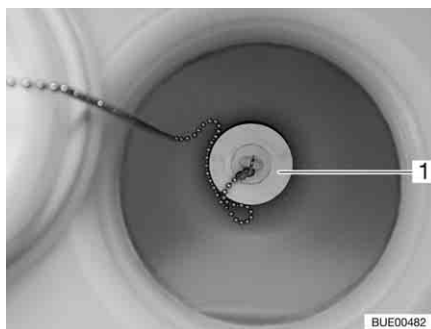

Fig. 93 Serbatoio dell'acqua
- Estrarre il tappo di chiusura (Fig. 93,1) dall'apertura di scarico. L'acqua fuoriesce.